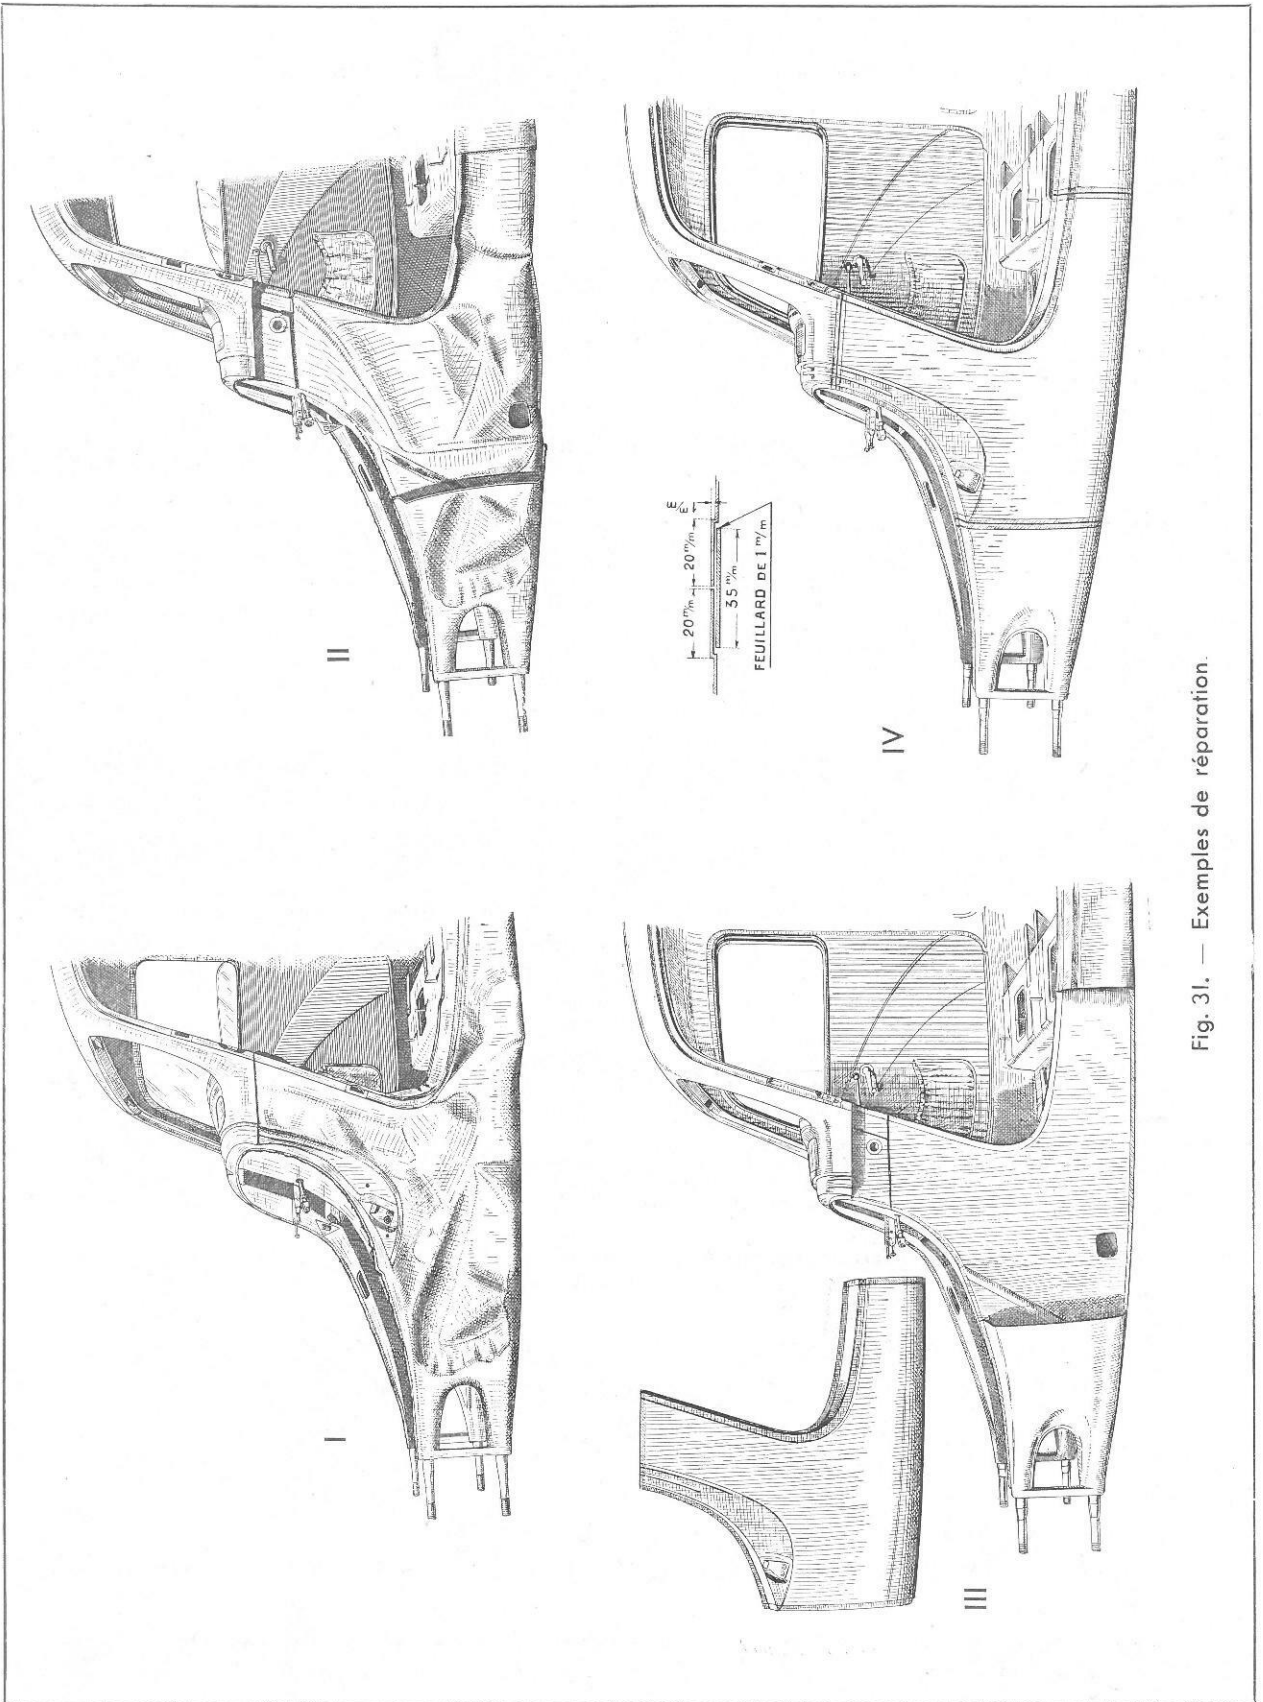

Fig. 31. — Exemples de réparation.
Pratiquer sur les bords de toutes les coupures, aussi bien sur la caisse que sur l'élément neuf une feuillure de 20 mm. \times 1 mm. environ (fig. 31 (III)).
Souder à l'autogène dans les feuillures précédentes un feillard de 35 mm. \times 1 mm. environ (fig. 31 (IV)).